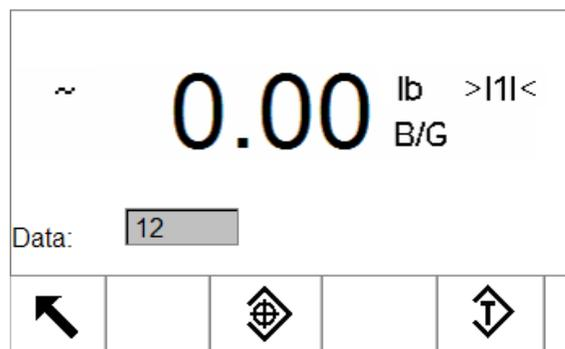

Figure B-3 : Ecran Entrée de données
- Saisissez l'ID à un, deux ou trois chiffres de la tare du conteneur à utiliser. L'écran d'entrée de données s'affiche dans la Figure B-3.